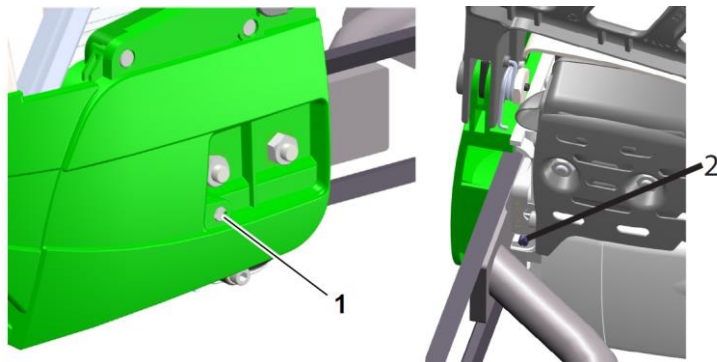

Fig. 6: Kilereimspennskrue
- > Stram kilereimen ved å dreie kilereimspennskruen (2) med klokka (se fig. 6).